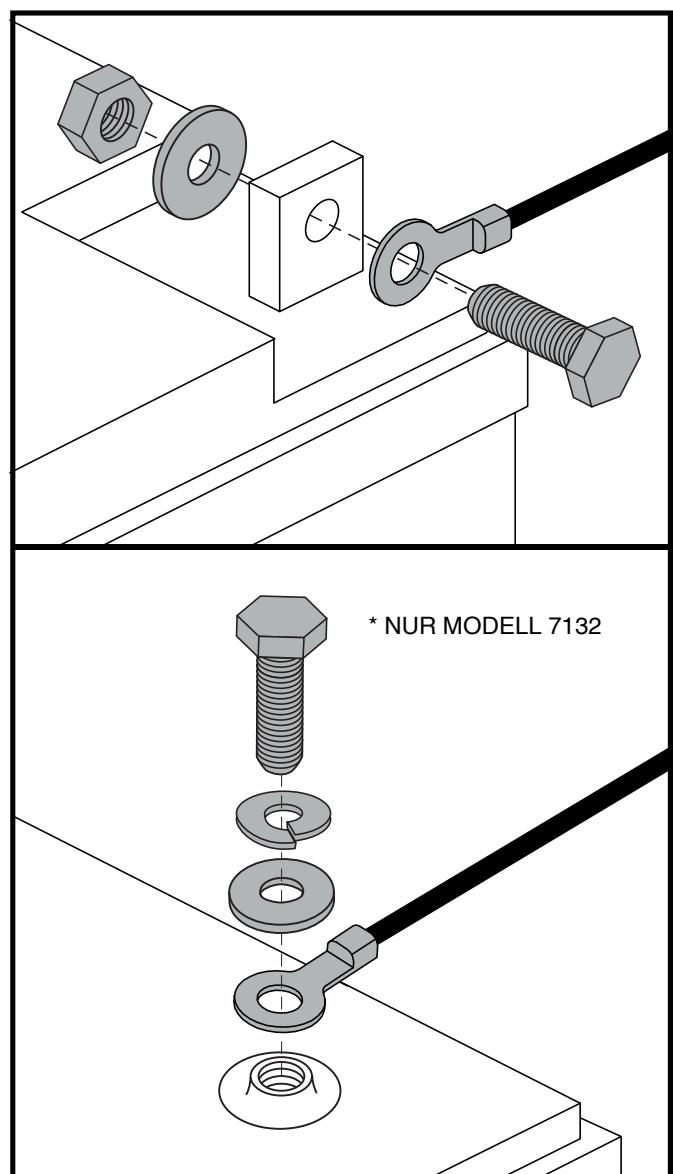

Abb. 16. Befestigungselemente für den Batterieanschluss
4. Trennen Sie die Batterienkabel von den Batterienanschlüssen, indem Sie die Anschlusskaepchen zurückschieben und die Mutter abschrauben. Siehe Abb. 16.
**WARNUNG!** In einer Notsituation können die Batterien schnell getrennt werden, indem der Not-Batterietrennriemen nach VORN gezogen wird. Lass Vorsicht walten. Beachten Sie, dass das Ausschalten des Scooters dazu führen kann, dass der Scooter abrupt anhält. Um den Notstopp zu lösen und die Fahrfähigkeit des Scooters wiederherzustellen, entfernen Sie den Sitz und die Batterieabdeckung und schließen Sie den Batteriestecker wieder an, wie in Abbildung 16 gezeigt.